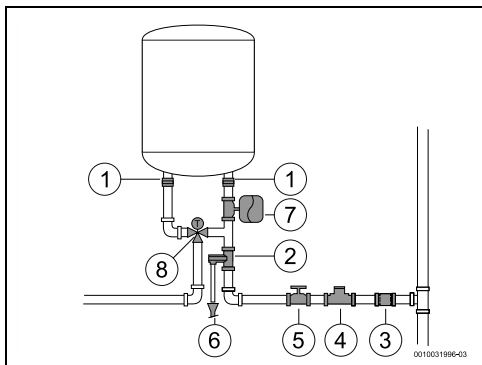

Bild 15
- Bei Verwendung von PEX-Rohren möglichst ein Thermostatventil (Abb. 15, [8]) am Ausgangsrohr des Geräts installieren. Dieses muss auf die Leistungsparameter des verwendeten Materials abgestimmt sein.
- ▶ Zwischen dem Sicherheitsventil und dem Kaltwassereintritt (rechte Seite) des Geräts dürfen keine anderen als die in Abb. 15 dargestellten Zubehörteile installiert werden.
- ▶ Druckminderer installieren (Abb. 15, [4]). Der Druckminderer wird immer dann aktiviert, wenn der Wasserdruck im Gerät 8 bar (± 1 bar) überschreitet. In diesem Fall muss eine Möglichkeit zum Ableiten des Wassers vorgesehen werden.
- ▶ Ausdehnungsgefäß installieren (Abb. 15, [7]), damit das Sicherheitsventil nicht so häufig öffnet. Das Volumen des Ausdehnungsgefäßes muss 5 % des Gerätevolumens betragen.